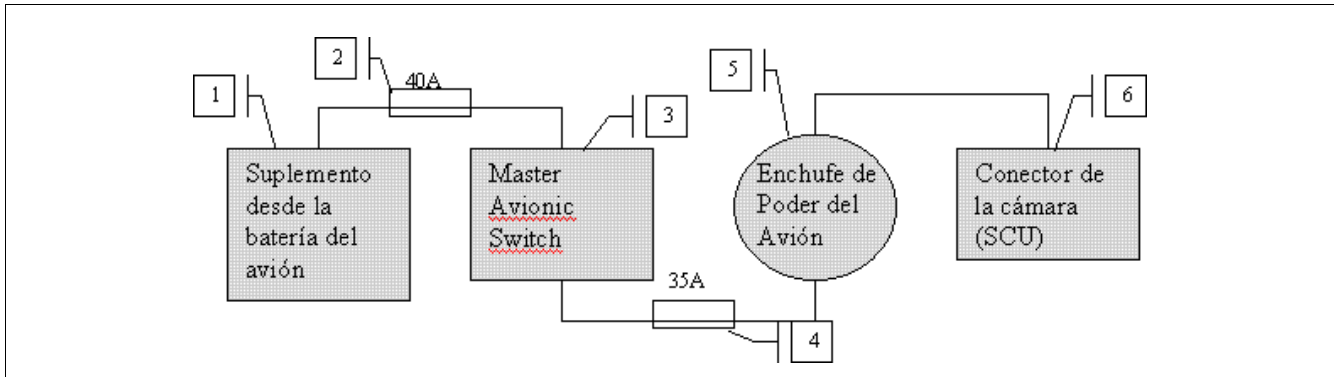

Figura 5. Diagrama eléctrico recomendado por el fabricante de los equipos
1. Verifique con el piloto, que el motor del avión esté encendido y que el Master Avionic Switch este activado, Figura 5.